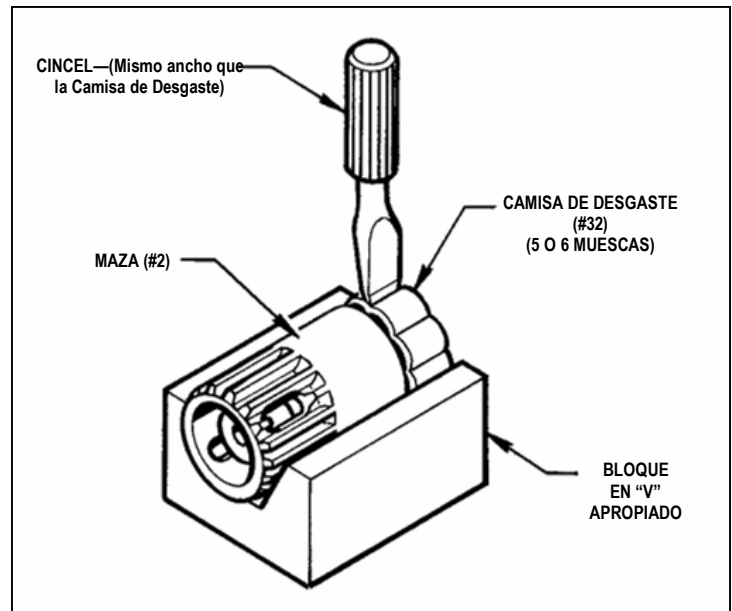

Figura 7.10— Retiro de la Camisa de Desgaste (#32)
1. Coloque la Maza (#2) en un bloque en V. Utilizando un cincel del mismo ancho que la Camisa de Desgaste (# 32), haga unas 5 o 6 muescas en la Camisa de Desgaste (# 32) como se muestra en la (Figura 7.10).